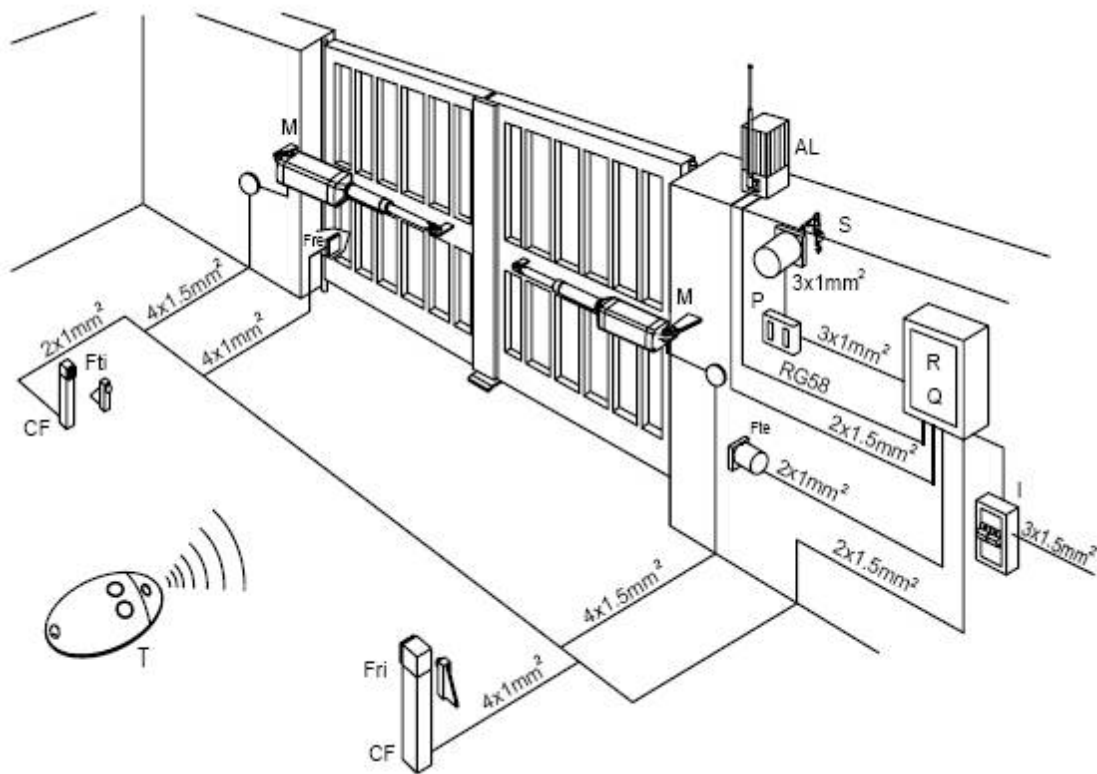

рис.12
5. Расположение блоков электроники (рис.12).
Сечения и количество электрических кабелей указаны на рис.12. При длине, превышающей 100 м, увеличьте сечение кабеля. Все металлические части корпусов оборудования должны быть заземлены.